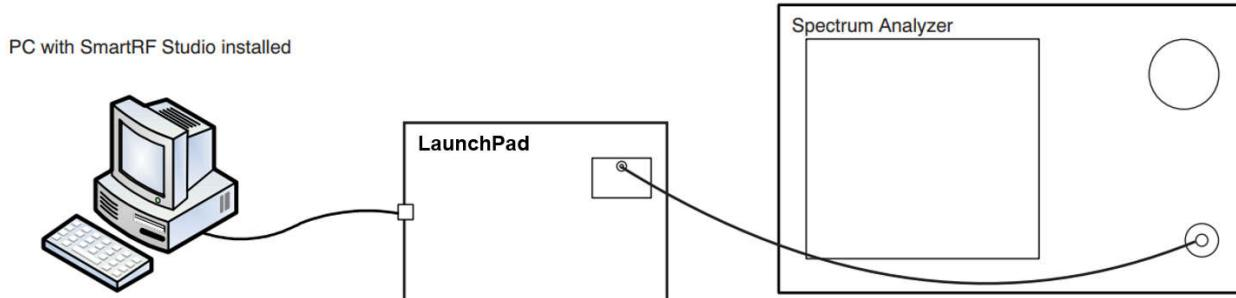
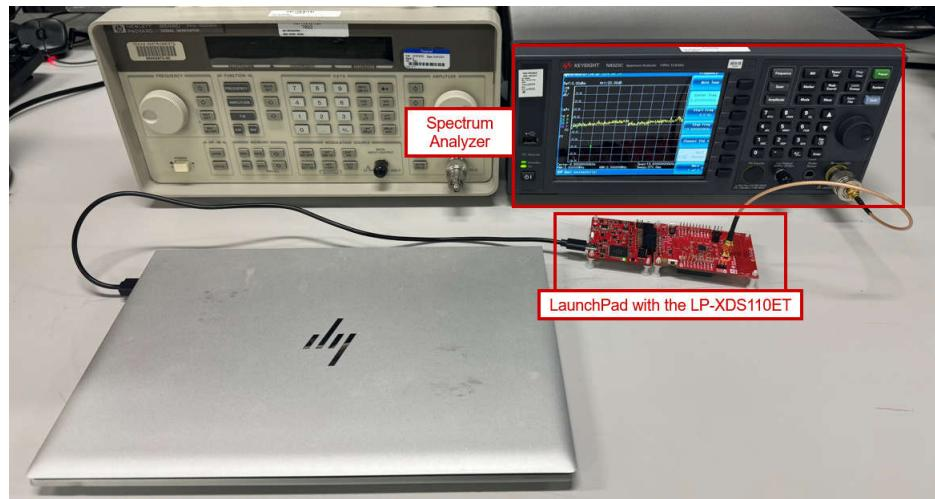

图 7-5. 功率谱密度掩码测试设置示意图
图 7-6. 功率谱密度掩码测试工作台设置
测试环境：图 7-5 展示了测试设置。
- 第 1 步：按 图 7-5 和 图 7-6 所示连接仪器。